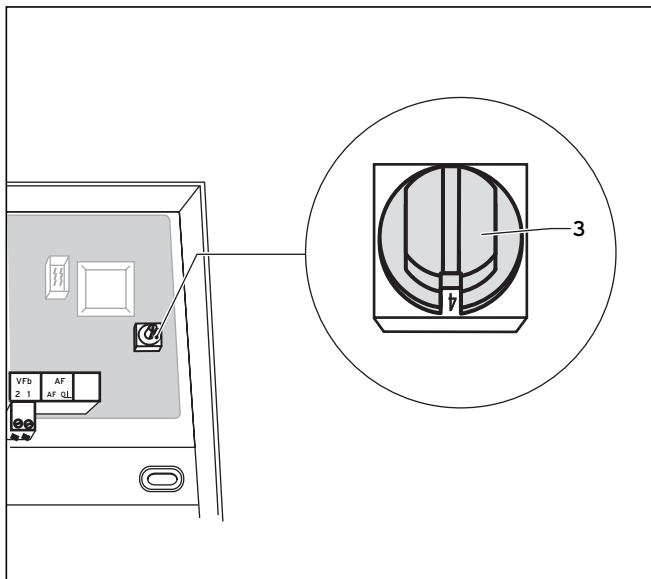

Fig. 5.3 Indstilling af busadresse
Kommunikationen inden for systemet sker via en eBus. For at kommunikationen mellem alle komponenterne kan forløbe uden fejl er det nødvendigt, at den pågældende blanderkreds får en entydig adresse. Hertil skal man på adressekontakten (fig. 5.3 (3)) enten indstille værdien 4, 6, 8, 10, 12 eller 14, afhængigt af om der allerede er integreret VR 60-blandermoduler i systemet. Adresserne 0 til 3 er tildelt gennem anlægskredsene i reguleringerne auroMATIC 620 hhv. calorMATIC 630 eller Vaillant geoTHERM varmepumpe VW.. .../2, og er derfor ikke til rådighed til adressering.